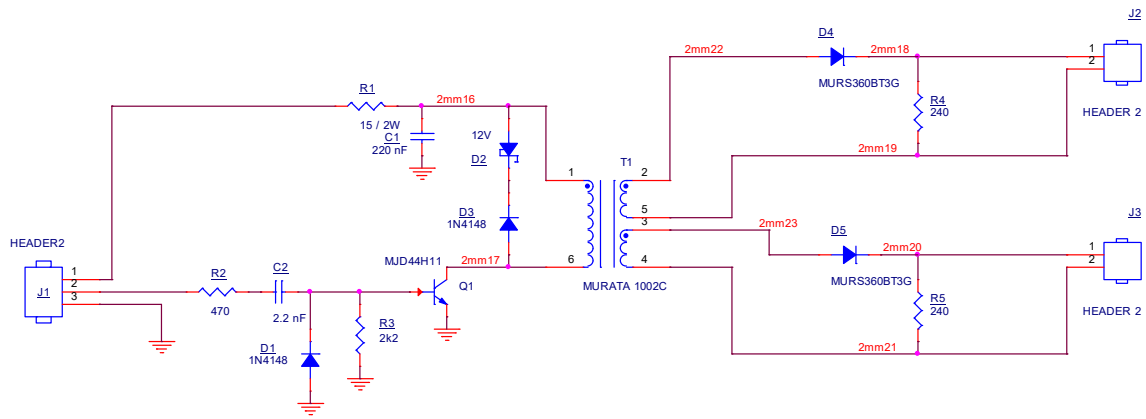

Fig.2. Driver de compuerta integrado en la placa del rectificador.
2. Tener habilitada una salida digital, para generar los pulsos de control. Solo es necesaria una salida para el control de los dos SCR. Se recomienda la generación de ráfagas de 2...4 kHz, ya que como podemos ver en la fig.2 el driver de compuerta usa un transformador de pulsos.